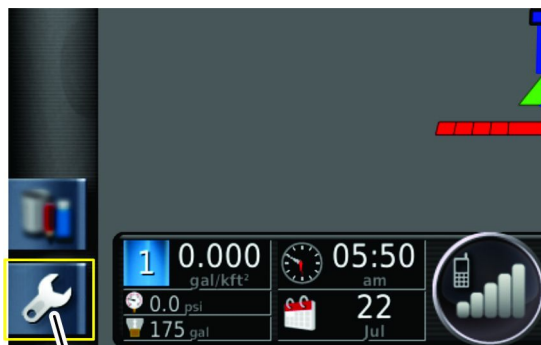

Figura 205
3. Pulse el icono CONFIGURACIÓN de la pantalla principal (Figura 205).